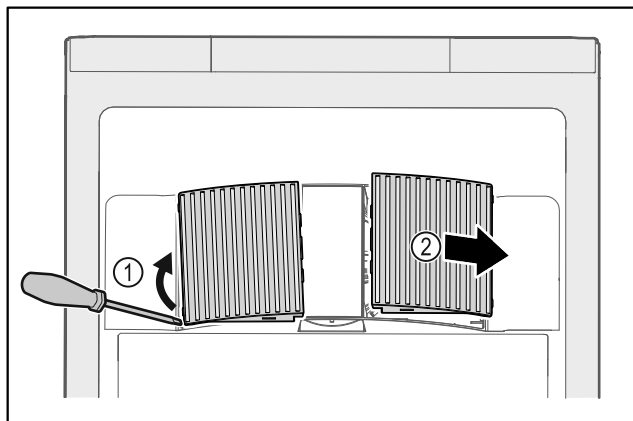

Fig. 105
- ▶ Ventilatorabdeckungen vorsichtig von der Seite heraushebeln Fig. 105 (1) und nach vorne abnehmen Fig. 105 (2).